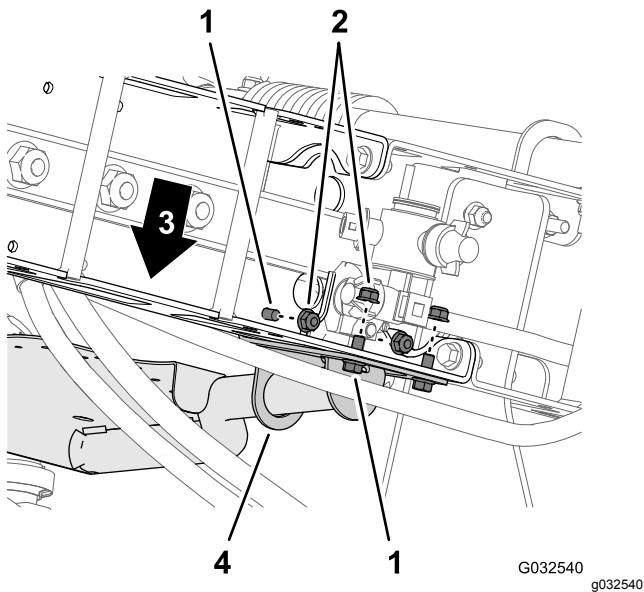

图 63
3. 使用 4 个螺栓5/16 x 3/4 英寸和 4 个凸缘锁紧螺母5/16 英寸将阀门安装架安装到桁架框架上图 62 和 图 63。